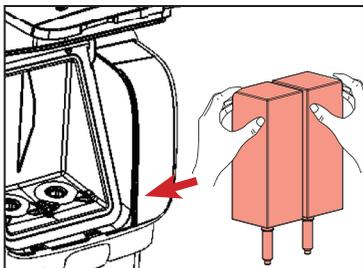

Fig.5
4. Naddaf l-izbokk tad-dożatur bi xkupilja u l-parti ta' ġewwa tal-kompartiment tat-tkessiħ b'biċċa niedja u nadifa u xxotta b'biċċa nadifa jew xugaman tal-karti (Ara Fig.4). Imbagħad ibdel il-pakketti tal-prodotti (Ara Fig.5).